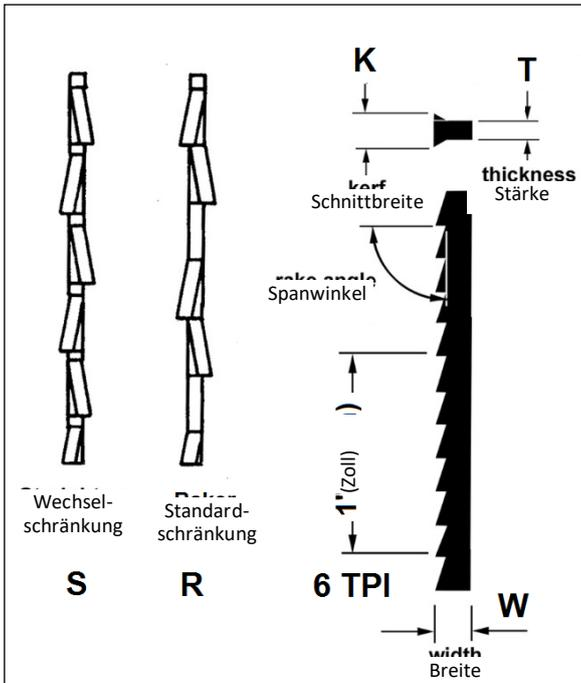
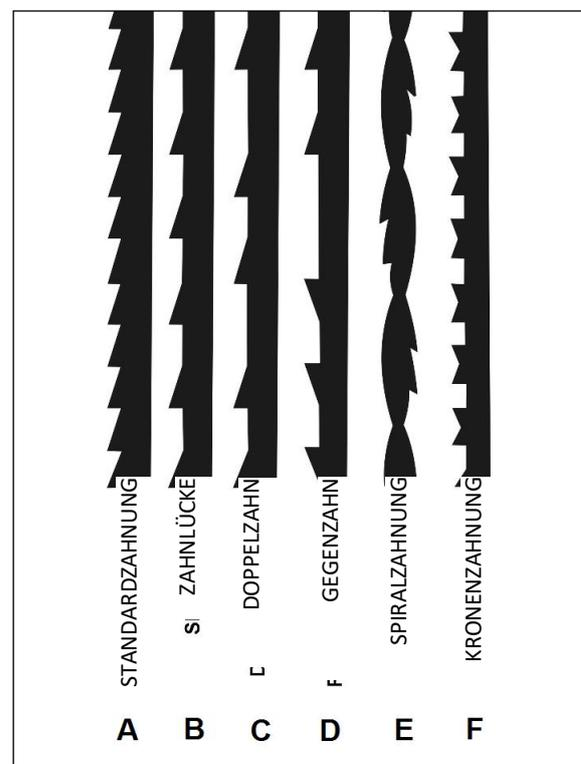

Abb. 29
Abb. 30
**Diese Faktoren sind wichtig (Abb. 29, Abb. 30)**
Die Zahnform (Abb. 30) wirkt sich auf die Bearbeitungsgeschwindigkeit aus.